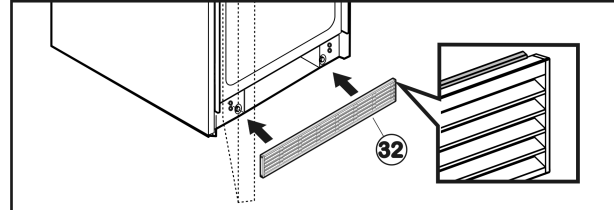

Fig. 35
- Monter la grille de ventilation inférieure Fig. 35 (32) à fleur du sol de telle sorte que le joint en caoutchouc soit en haut. Elle est maintenue par des aimants.